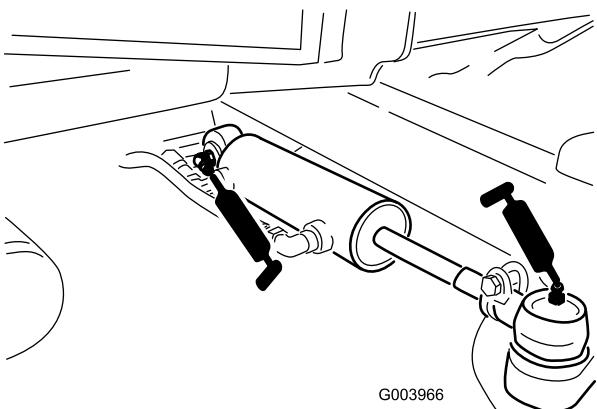

Figura 50
- Rótulas do cilindro de direção (2) (Figura 50)